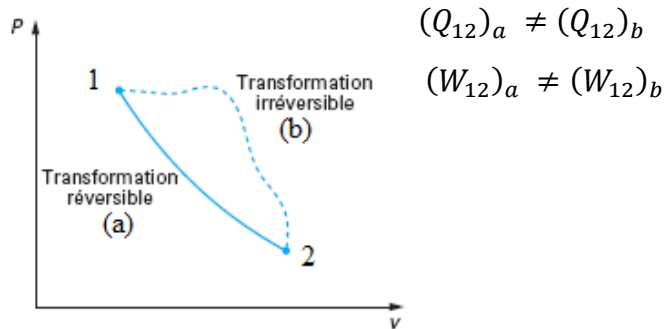

Figure 2.3 : Représentation d'une transformation réversible (a) et irréversible (b)
Si on évolue entre les états d'équilibre (1) et (2) de deux façons différentes, l'une réversible (a) et l'autre irréversible (b) (voir Fig. 2.3), on peut tout à fait écrire :